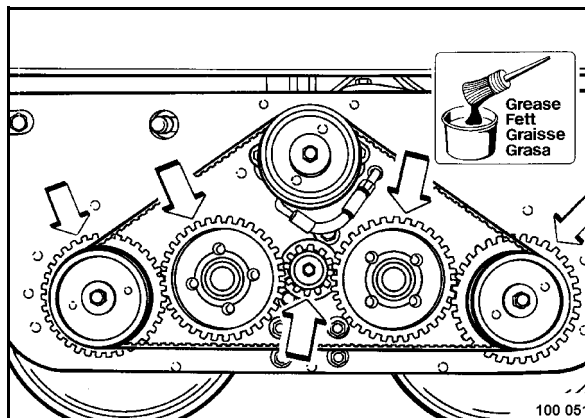

Fig. 77
- Desmontar la caja protectora (Fig. 77).